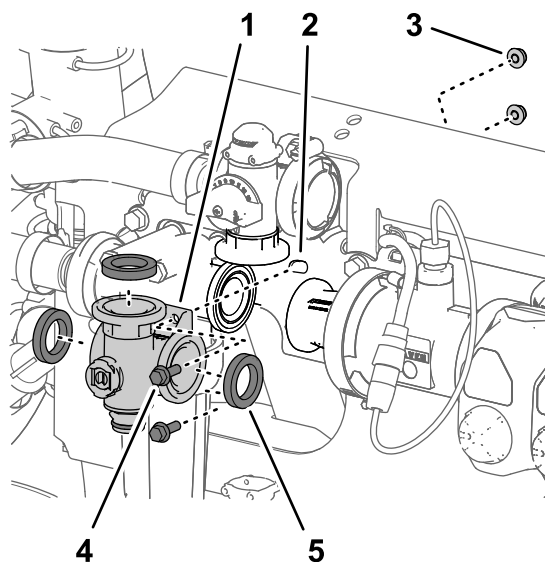

Figura 107
3. Retire los 2 pernos con arandela prensada ($\frac{1}{4}$ " x $\frac{3}{4}$ ") y las 2 contratuercas prensadas ($\frac{1}{4}$ ") que sujetan el distribuidor de la válvula de agitación al soporte de la válvula (Figura 107).
4. Retire el distribuidor de la válvula de agitación y las juntas de la máquina (Figura 107).